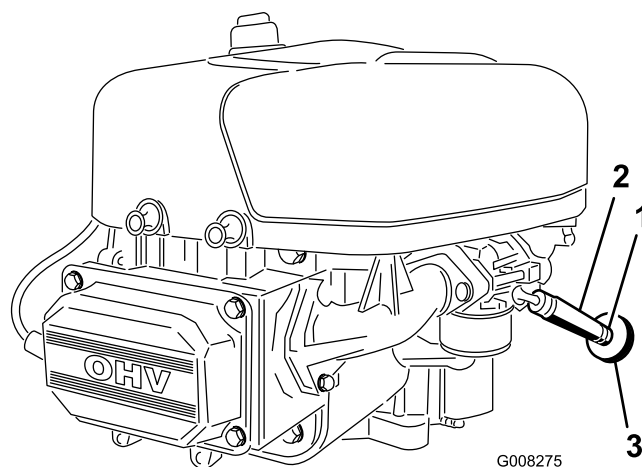

Figure 26
7. Desserrez le collier de serrage au niveau du filtre à carburant et éloignez-le du filtre en le poussant le long de la conduite d'alimentation (Figure 26).
8. Débranchez la conduite d'alimentation du filtre à carburant (Figure 26).
11. Rapprochez le collier de serrage du filtre pour fixer la conduite d'alimentation (Figure 26).
Le meilleur moment pour remplacer le filtre à carburant (Figure 26) est lorsque le réservoir à carburant est vide. Ne réinstallez jamais un filtre à carburant encrassé après l'avoir déposé de la conduite d'alimentation.